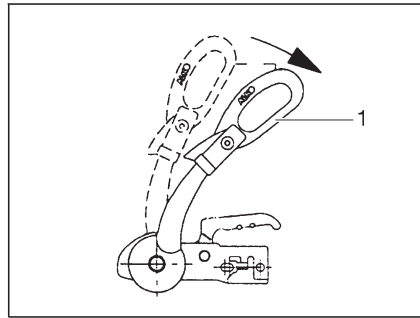

Fig. 163 Tirador de estabilización
- Abrir el tirador de estabilización (Fig. 163,1).